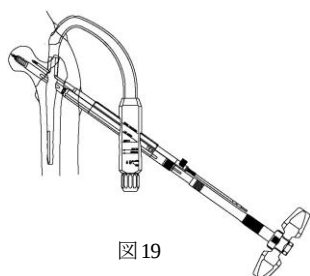

図 19
- 16) ラグスクリュー T レンチにてラグスクリューを挿入します。（図 19）